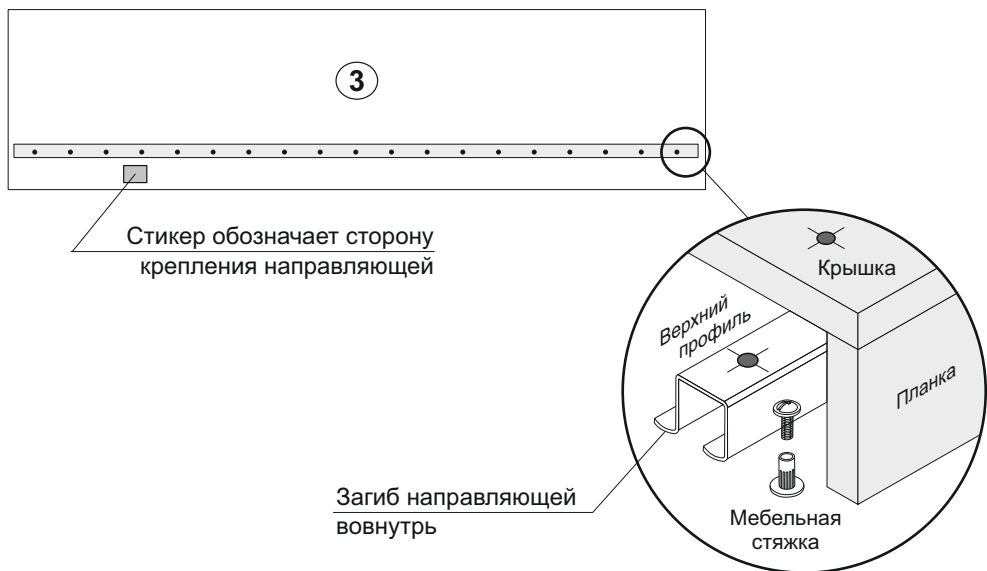

Рис.4 Монтаж нижней направляющей
10. Нижнюю направляющую плотно прижать к цоколю (7) и притянуть шурупами 3,5x16 к стяжке (2) (рис.4).